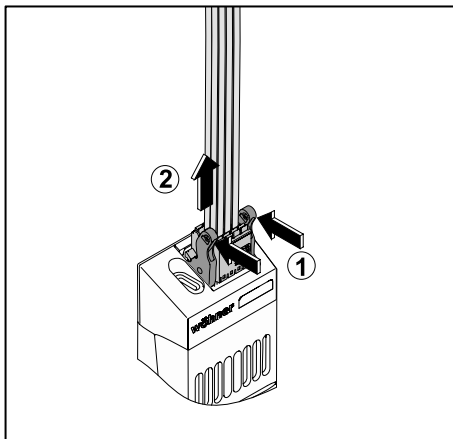

Bild 7 Lösen des Steckverbinders
- Durch Betätigung der beiden Rasthebel wird der Steckverbinder gelöst und herausgezogen (Bild 7)